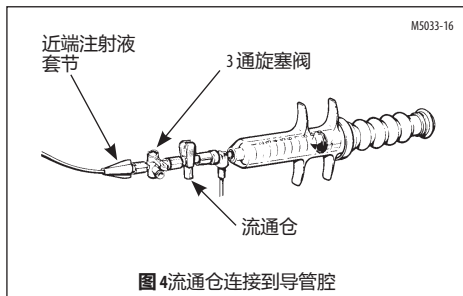

图4流通仓连接到导管腔
1. 验证液体通道中是否没有空气。将流通/止回阀连接到导管注射液腔旋塞阀。（图4）